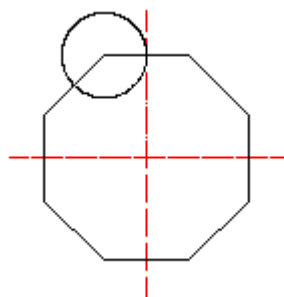

图 5-43 画出小圆
3. 作圆，圆心选在正八边形角上，半径为边长的一半，可以单点优先方式，敲入 MID (Middle)，在边长的中点处有一三角形，点击此处，画出小圆，如图 5-43 所示。